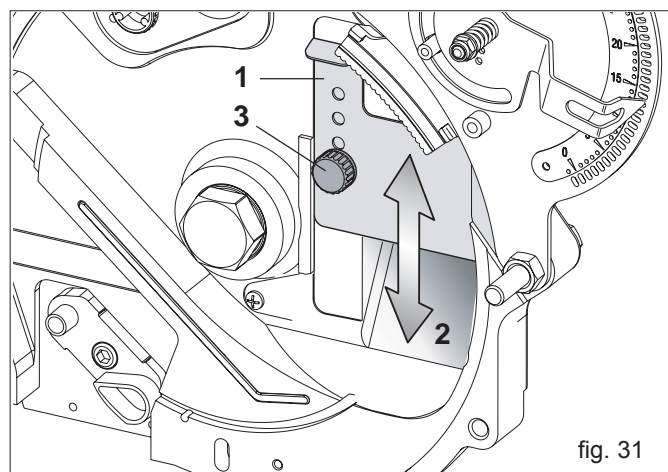

fig. 31
La plaque anti-débordement (1 Fig. 31) est réglable en 5 positions et définit l'ampleur de l'orifice d'entrée des graines (2 Fig. 31) de manière à ce qu'elles ne débordent à la suite d'un excès d'alimentation. Le réglage est particulièrement nécessaire en cas de terrains à très forte pente ou lorsqu'il s'agit de graines très petites.
N.B. : Vérifier que la poignée (3, Fig. 31) est bien serrée.